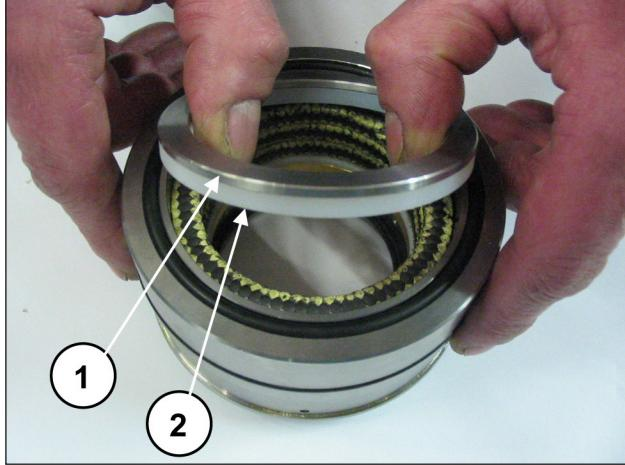
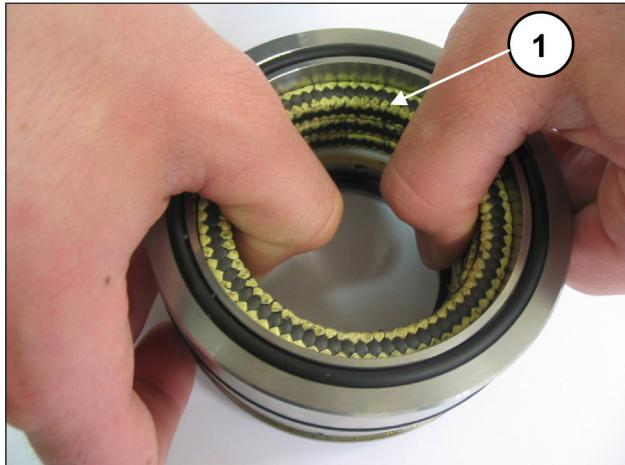

Fig. 193
Fig. 194
Separar el soporte de juntas de la camisa, desmontar la anilla del muelle y la anilla de retén (pos. ①②, Fig. 193) para acceder a las juntas de presión (pos. ①, Fig. 194).